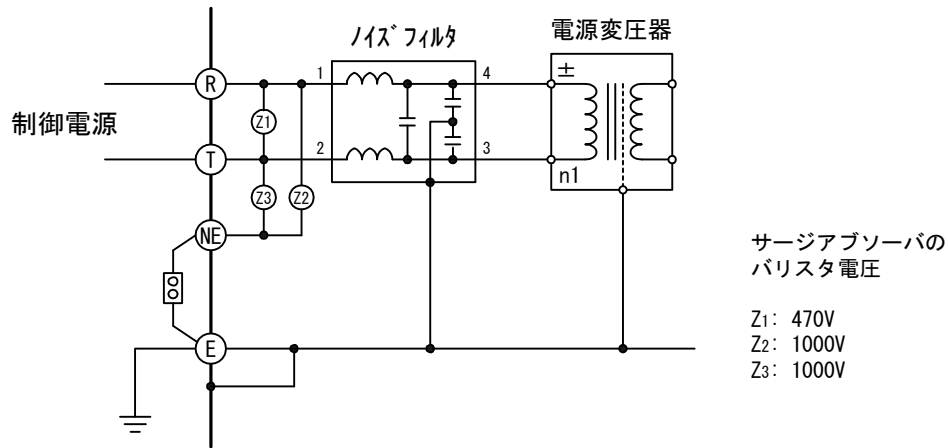

図 3 電源回路の詳細
付図3に外形及び取付寸法を示します。
- d) R~T の端子間及び R, T 端子~NE 端子間にはノイズフィルタ保護用サージアブソーバを挿入しており、電源回路は図3の様になっております。
付図3 分圧器 外形寸法図